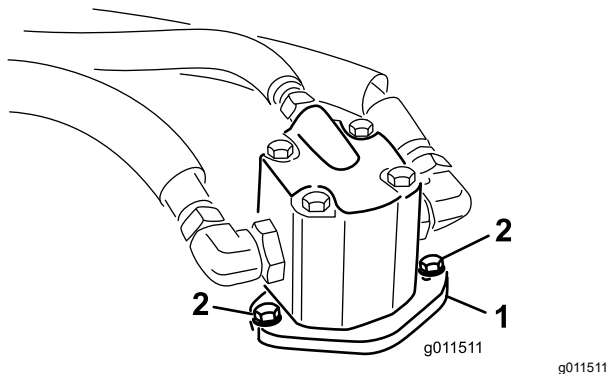

Рисунок 77
4. Снимите болты крепления гидромотора к режущему блоку (Рисунок 77).